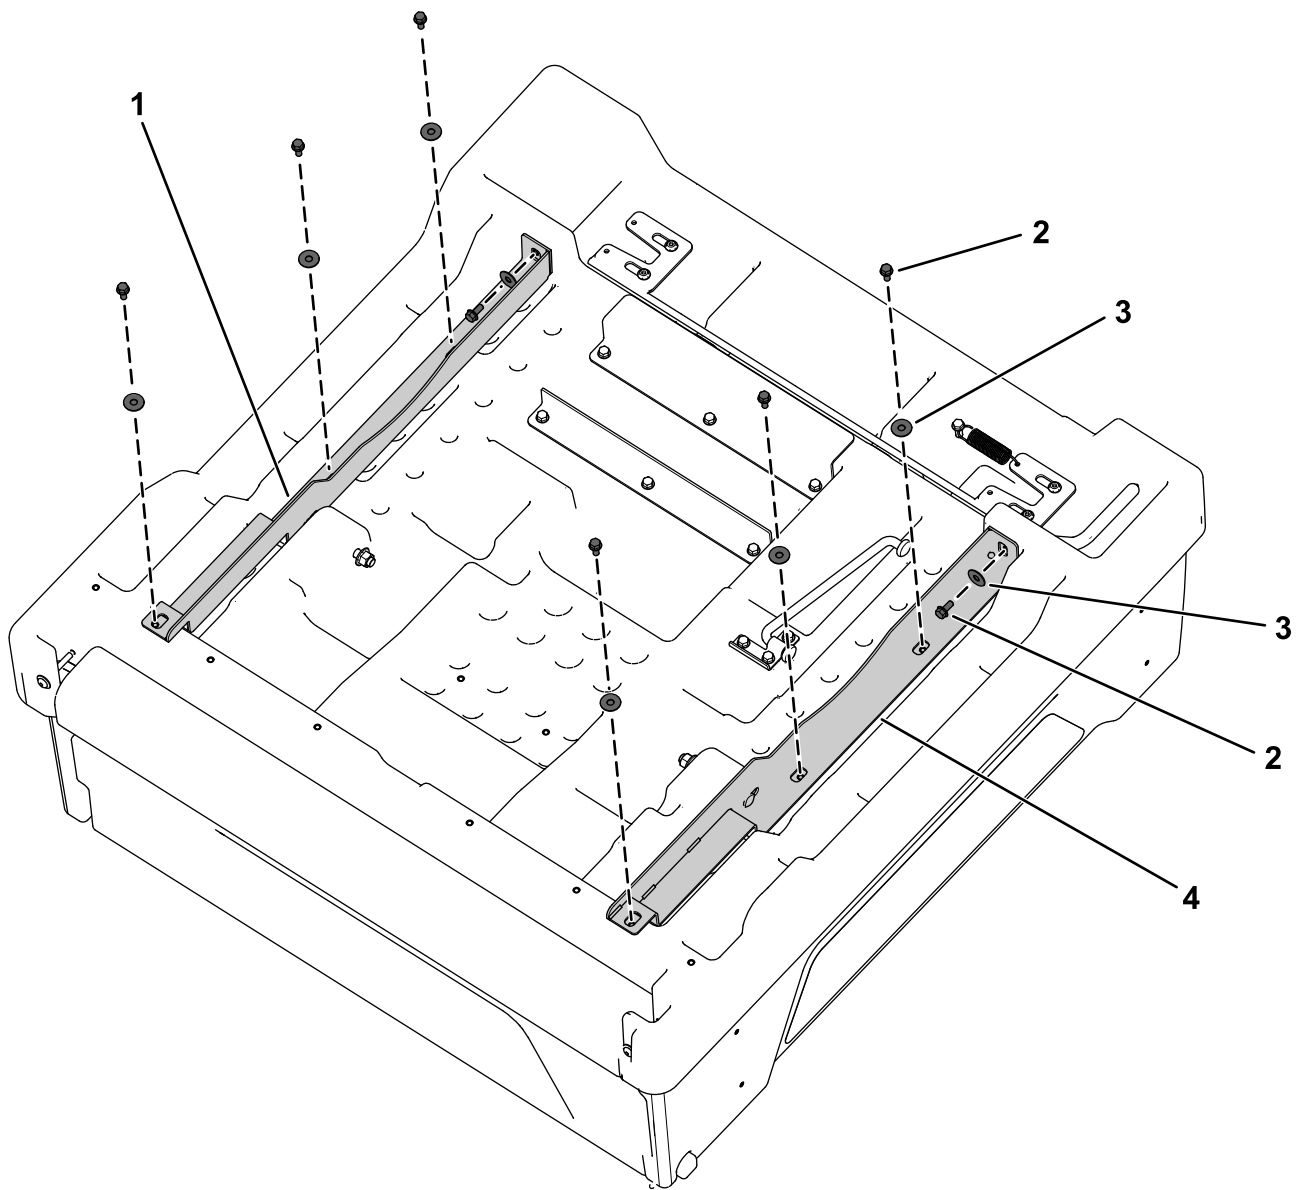

Bild 2
1. Fluchten Sie die Löcher in jeder Ladepritschenstütze mit den Gewindeeinsätzen unten an der Ladepritsche aus (Bild 2).
2. Befestigen Sie die Ladepritschenstützen mit acht Bundkopfschrauben (5/16" x 3/4") und 8 Unterlegscheiben an der Ladepritsche (Bild 2).